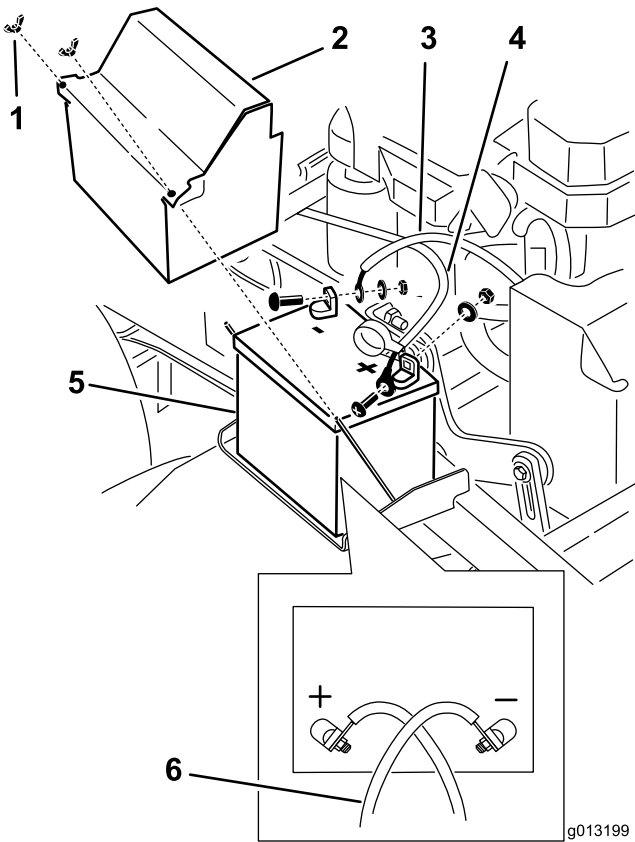

Bild 52
3. Klemmen Sie zunächst das Minuskabel vom Minuspol (-) der Batterie ab (Bild 52).
5. Klemmen Sie das Pluskabel (rot) der Batterie ab (Bild 52).
6. Entfernen Sie die Batteriebefestigungsplatte und nehmen Sie die Batterie heraus (Bild 52).
1. Setzen Sie die Batterie in die Maschine (Bild 52).
3. Klemmen Sie zunächst das Pluskabel (rot) am Pluspol (+) der Batterie mit einer Mutter, Scheibe und Schraube an (Bild 52).
5. Klemmen Sie das Minuskabel und Erdkabel am Minuspol (-) der Batterie mit einer Mutter, Scheibe und Schraube an (Bild 52).
Hinweis: Die Batteriekabel überkreuzen sich, wenn sie richtig installiert sind (Bild 52).